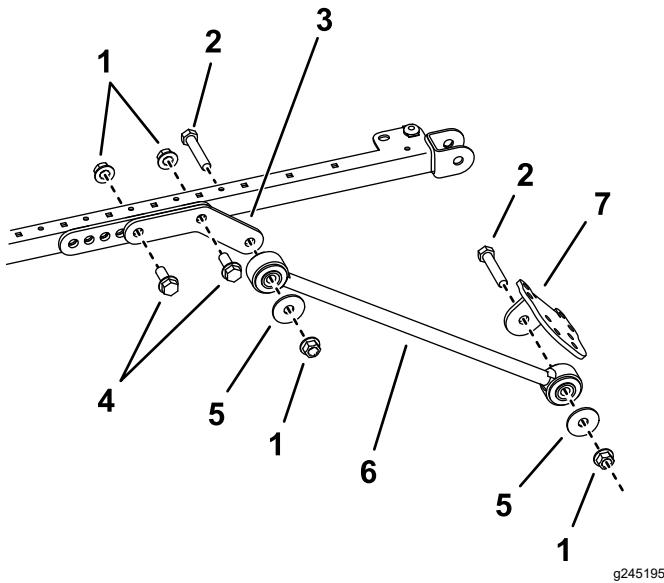

図 40
9. サンシェードのフレームの左右それぞれの側で、取り付けブラケットの後ろと中央の穴とに延長リンクを仮止めするボルト $\frac{1}{2} \times 1\frac{1}{2}"2$ 本、フランジナット $\frac{1}{2}"2$ 個を使用して図 40 のように取り付ける。
10. 各延長リンクの外側にブレースを取り付けるボルト $\frac{1}{2} \times 2\frac{1}{2}"$ 、ワッシャ $\frac{1}{2}"$ 、フランジナット $\frac{1}{2}"$ を使用し、図 40 のように取り付ける。
11. 各ブレースに、ブレースブラケットを仮止めするボルト $\frac{1}{2} \times 2\frac{1}{2}$ "、ワッシャ $\frac{1}{2}$ "、フランジナット $\frac{1}{2}$ "を使用し、図 40 のように取り付ける。